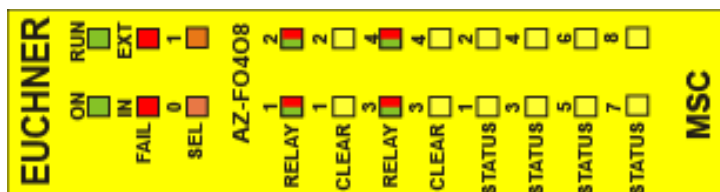

Bild 23:
8.3.11. Modul AZ-F04F08 (Bild 23)